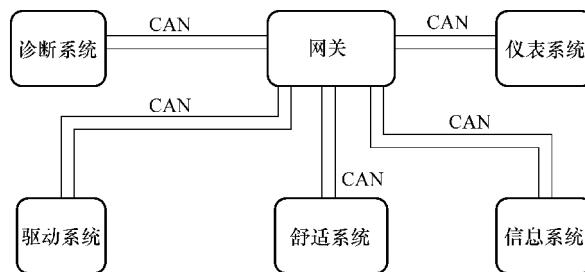

图 10-50 途安 CAN 总线系统
(3) 根据不同性能要求分类 CAN总线系统可以分为5个不同的区域，它们分别为驱动系统、舒适系统、信息系统、多功能仪表、诊断总线5个局域网，然后通过网关连接，如图10-50所示。